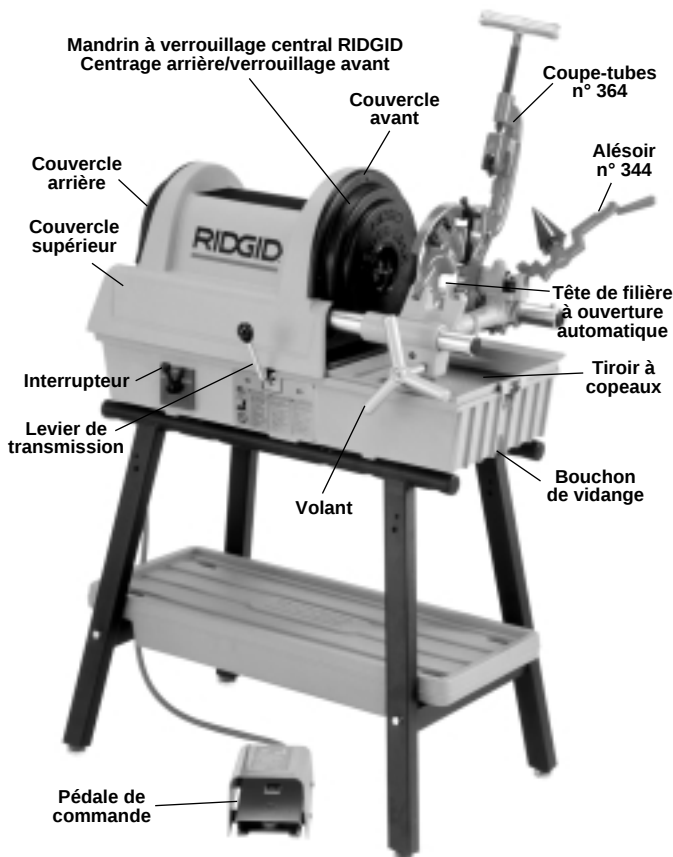

Figure 7 – Machine à fileter 1822-I
1. Assurez-vous que la machine à fileter est débranchée et que son interrupteur est en position OFF (arrêt) (Figure 7).
4. Assurez-vous de la présence de la pédale de commande et de sa connexion à la machine à fileter (Figure 7).